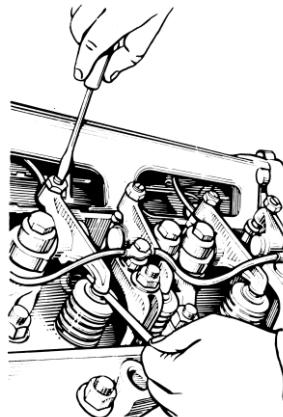

Рис. 62. Регулировка зазора
- 6 Для регулировки зазоров отвернуть гайку регулировочного винта, вставить в зазор щуп и, вращая винт отверткой (рис. 62), установить зазор 0,25...0,30 мм. Придерживая винт отверткой, затянуть гайку и проверить величину зазора. При правильно отрегулированном зазоре щуп толщиной 0,25 мм должен входить при легком нажиме, толщиной 0,30 мм – с усилием.